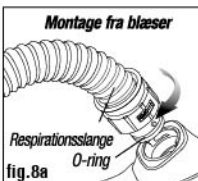
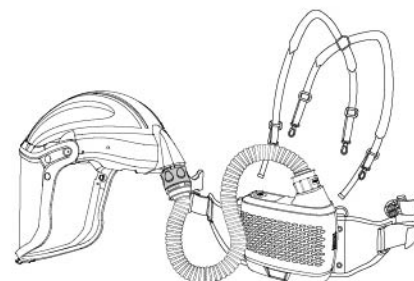

fig. 8a
fig. 7
- Man skal altid kontrollere respiratorslangens PAPR-ende for at bekræfte, at O-ringen i gummi sidder korrekt, se fig. 8a. Skal udskiftes, hvis den mangler eller er beskadiget.
Sæt de to ben på åndedrætsslangen ind i blæserenheden og ansigtsskærmens luftkanal (se fig. 7), drej 1/4 omgang mod retningen "åben" (se fig. 8a).